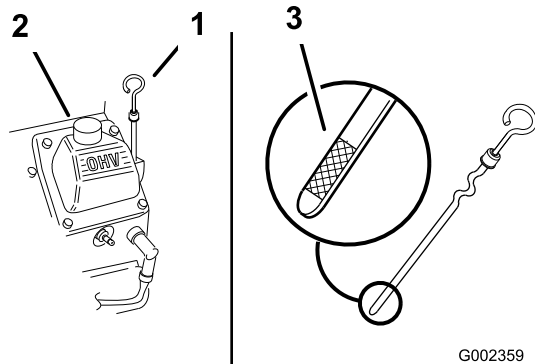

Figure 46
4. Nettoyez la surface autour de la jauge d'huile (Figure 46) pour éviter que des impuretés ne s'introduisent dans le goulot de remplissage, ce qui risquerait d'endommager le moteur.
5. Retirez la jauge d'huile et essuyez soigneusement l'extrémité (Figure 46).
6. Enfoncez la jauge complètement dans le goulot de remplissage (Figure 46).
7. Versez avec précaution environ 80 % de la quantité d'huile spécifiée dans le goulot de remplissage (Figure 46).